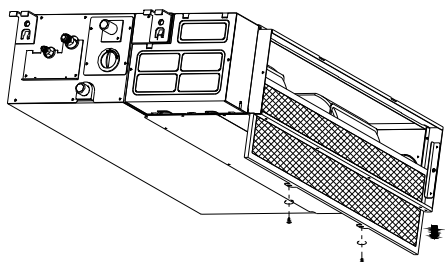

Рисунок G1
1. Для внутренних блоков с задним вентиляционным отверстием отвинтите винты (2 шт.) на фильтре и отсоедините фильтр от внутреннего блока (см. рис. G1).